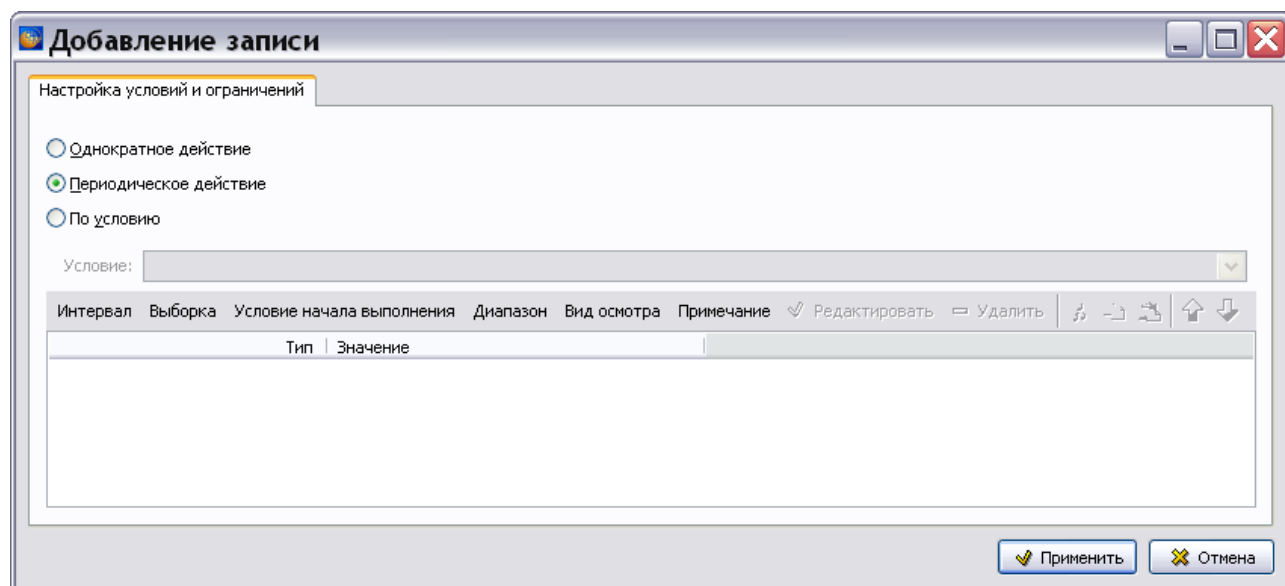

Рис. 9.76
2. Перейдите в окно **Условия проведения работ**. В его правой части нажмите на кнопку **Добавить** . При этом появится диалоговое окно **Добавление записи** с вкладкой **Настройка условий и ограничений** (Рис. 9.76).
Вид окна **Добавление записи** зависит от выбранного вида работы. По умолчанию установлено значение **Периодическое действие**. Поле **Условие** недоступно для ввода данных (Рис. 9.76).